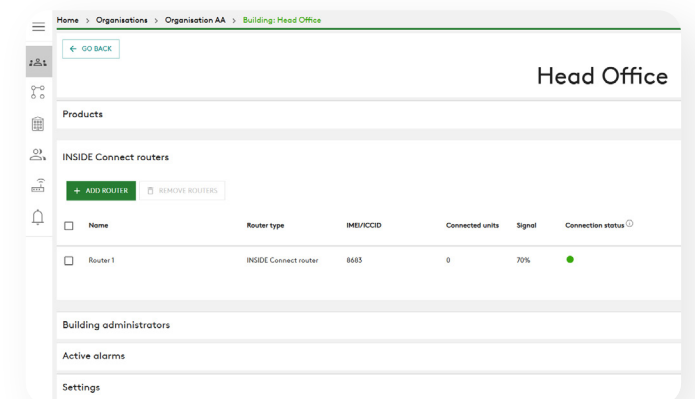

Figure. 9. Ajouter un nouveau routeur à un bâtiment.
2. Appuyez sur le bouton **AJOUTER UN ROUTEUR** en haut à gauche (fig.9).